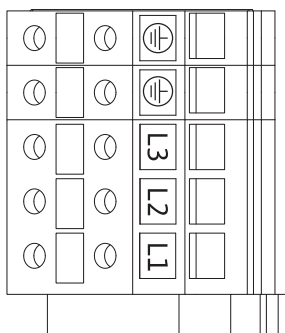

Рис. 22: Сетевые соединительные клеммы
- Сетевые соединительные клеммы (рис. 22)